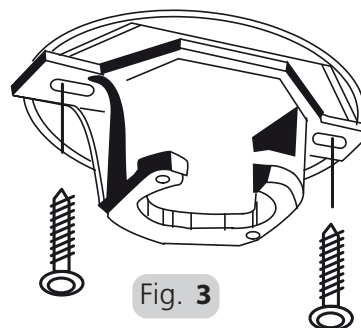

Fig. 3
4. Montieren Sie die Aufhängehalterung mit den mitgelieferten langen Schrauben am Deckenbalken oder an der Holzstütze. Führen Sie die Schrauben durch die Langlöcher in der Hängevorrichtung und befestigen Sie sie an der Decke. Siehe Abb. 3
4. Install the hanging bracket to the ceiling joist or timber support with the long installation screws provided. Pass the screws through the slotted holes in the hanging bracket and secure to the ceiling. Refer to Fig. 3
4. Installez le support de suspension sur la solive du plafond ou le support en bois avec les longues vis d'installation fournies. Faites passer les vis à travers les fentes du support de suspension et fixez-les au plafond. Voir Figure 3.
4. Installare la staffa di sospensione sul travetto del soffitto o il supporto in legno con le viti di installazioni lunghe in dotazione. Far passare le viti attraverso i fori presenti nella staffa di sospensione e fissarle al soffitto. Vedere la fig. 3
4. Monteer de ophangbeugel aan de plafondbalk of de houten steun met behulp van de meegeleverde lange montageschroeven. Steek de Schroeven door de sleufgaten in de ophangbeugel en schroef de beugel aan het plafond. Zie Fig. 3
4. Instale o suporte de suspensão na viga do teto ou suporte de madeira com os parafusos de instalação compridos fornecidos. Passe os parafusos pelos furos longitudinais no suporte de suspensão e prenda-os ao teto. Consulte a Fig. 3